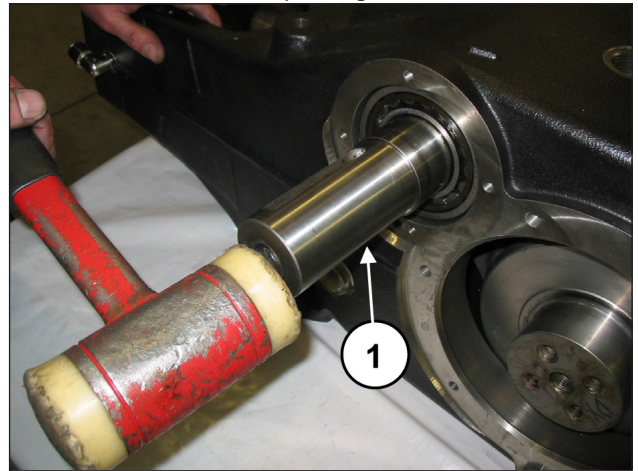
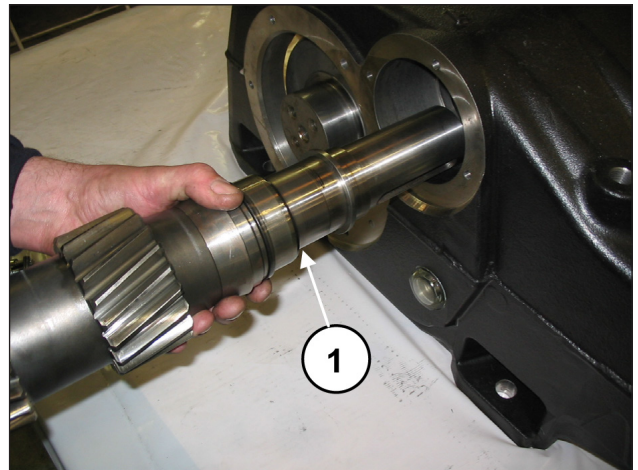

Fig. 32
Fig. 33
Utiliser un outil à inertie (rep. ①, Fig. 32) pour dégager l'arbre PTO d'un des deux côtés (rep. ①, Fig. 33).